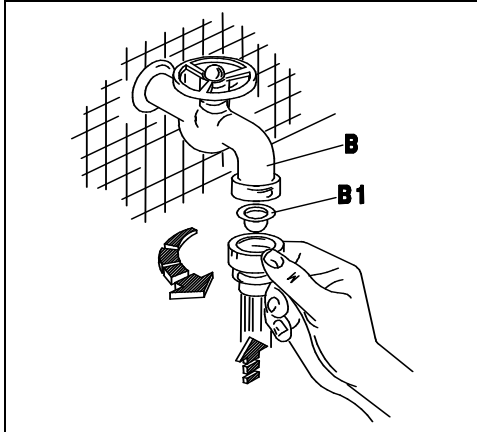
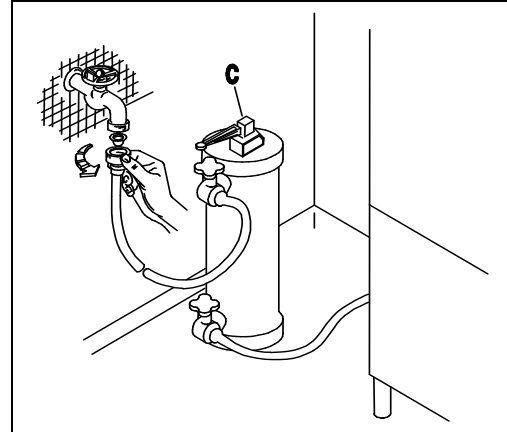
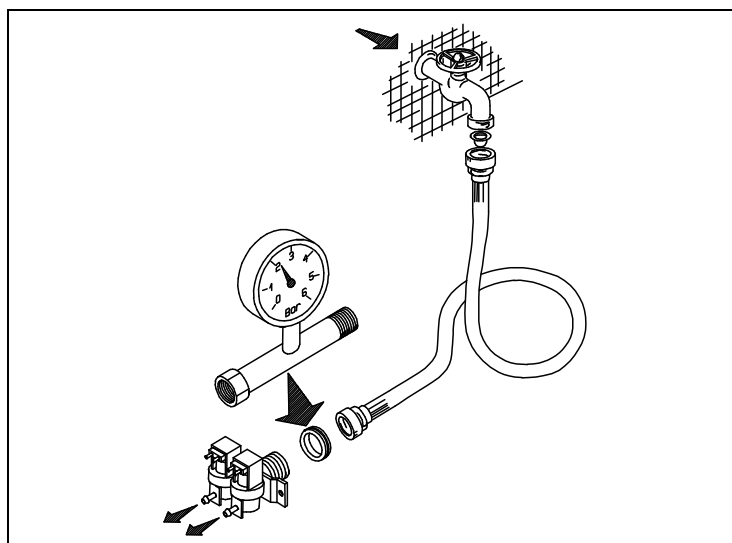
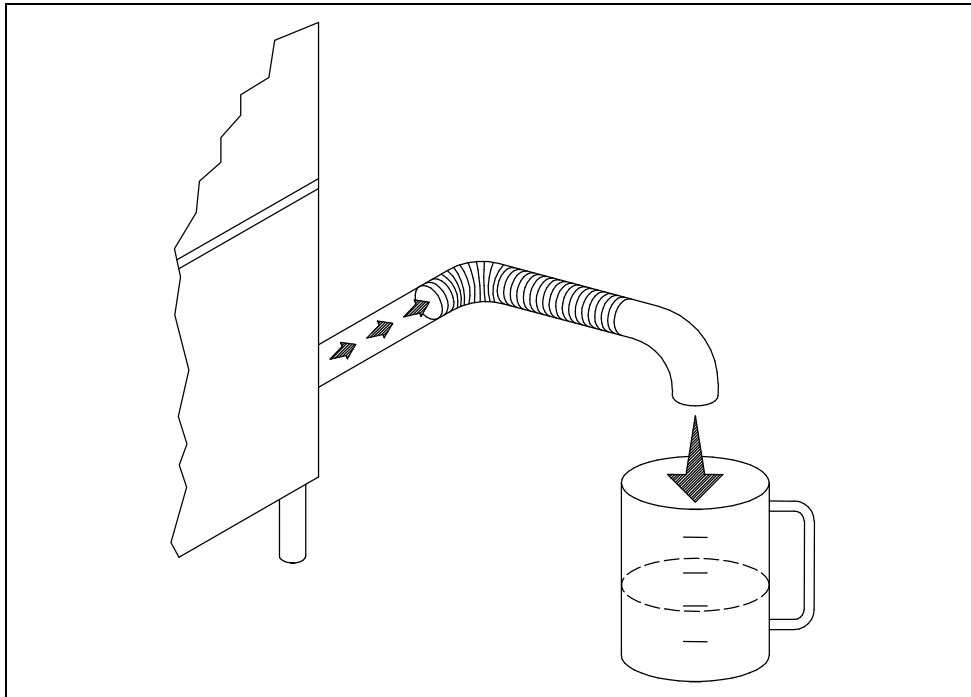

Fig. 2-2
Fig. 2-3
Fig. 2-4
Fig. 2-5
- L'apparecchio è previsto per l'allacciamento all'acqua fredda o calda (max. 50 ÷ 55°C), con una pressione a valvola aperta come indicato nella Tab. 2-1. In caso di pressione superiore alla massima consigliata, bisogna installare un riduttore di pressione. In caso di pressione inferiore alla minima consigliata, bisogna installare una pompa di aumento pressione di max 0.5 Hp, con una portata di 20 L/min ed una prevalenza di 15÷20 mt. Il controllo della pressione deve essere effettuato all'ingresso dell'elettrovalvola (ved. fig.2-4). La condotta dell'acqua deve avere un diametro interno di almeno 16/18 mm (ved.fig.2-5). Collegare il tubo di carico acqua dell'apparecchio ad un rubinetto d'intercettazione (B), posto preferibilmente nelle immediate vicinanze dell'apparecchio, interponendo l'apposito filtro in dotazione (B1) (ved. fig.2-2). Si consiglia l'installazione di un decalcificatore (C) (non in dotazione), montato a monte dell' elettrovalvola della macchina (ved. fig.2-3).
- The appliance is designed for connection to the cold or hot water supply (max. 50 55°C) at a mains pressure with the valve open as shown in Table 2-1 and a minimum output of 10 litres/min. If pressure exceeds the maximum, fit a pressure reducer. If pressure is lower than the minimum, fit a pressure booster pump of max. 0.5 HP, with an output of 20 litres/min. and a head of 15÷20 metres. Pressure must be measured at the solenoid valve inlet (see fig. 2-4). The water pipes must have an internal diameter of at least 16/18 mm (see fig. 2-5). Connect the appliance water supply pipe to a cut-out tap (B), preferably placed close to the appliance, fitting the special filter provided (B1) (see fig. 2-2). We recommend fitting a water softener (C) (not provided) upstream from the machine solenoid valve (see fig. 2-3).
- Das Gerät ist für den Anschluss an Warm-und Kaltwasser (max. 50-55°C) vorgesehen, wobei der Druck bei offenem Ventil dem in Tab. 2-1. Bei höherem Druck als dem empfohlenen einen Druckminderer installieren. Bei niedrigeren Druck als empfohlen eine Druckerhöhungspumpe mit max. 0,5 PS , einer Förderleistung von 20l/min und einer Förderhöhe von 15-20m installieren. Die Druckkontrolle muss am Eingang des Elektroventils erfolgen (siehe Bild 2-4). Die Wasserleitung muss einen Innendurchmesser von mindestens 16/18 mm aufweisen (siehe Bild 2-5). Den Zulaufschlauch des Gerätes an einen möglichst nahegelegenen Wasserhahn (B) anschliessen und den vorgesehenen Filter (B1) anbringen (siehe Bild 2-2). Der Einbau eines Etkalkers (C) wird empfohlen; dieser gehört nicht zur Ausstattung und muss vor dem Elektroventil der Maschine eingebaut werden. (siehe Bild 2-3).
- L'appareil peut être raccordé à l'eau froide ou chaude (50:55°C max) à une pression, soupape ouverte, comme indiqué dans le tableau 2-1. Si la pression dépasse la pression maximum conseillée, il faut installer un réducteur de pression. Si la pression est inférieure à la pression minimum conseillée, il faut installer une pompe pour faire augmenter la pression de 0,5 Hp max., à un débit de 20 litres /min et à une hauteur d'élévation de 15-20 m. Le contrôle de la pression sera effectué à l'entrée de l'électrovanne (voir fig. 2-4). Les conduites d'eau auront un diamètre interne d'au moins 16/18 mm (voir fig. 2-5). Raccorder la conduite d'arrivée de l'eau de l'appareil à un robinet secondaire (B), installé si possible tout près de l'appareil, après avoir intercalé le filtre spécial fourni (B1) (voir fig. 2-2). Nous conseillons d'installer un adoucisseur (C) (non fourni) qui sera monté en amont de l'électrovanne de la machine (voir fig. 2-3).
- Este aparato se puede alimentar con agua caliente o fría (máx. 50 ÷ 55°C); la presión del agua con válvula abierta está indicada en la tabla 2-1. En caso de que la presión fuera superior a la máxima que se aconseja, instale un reductor de presión; si fuera demasiado baja, instale una bomba de aumento de presión de 0,5 Hp (máximo), con un caudal de 20 litros por minuto y una altura de elevación de 15 a 20 m. El control de la presión se debe efectuar en la entrada de la electroválvula (véase fig. 2-4). La tubería del agua debe tener un diámetro interior de 16-18 m. por lo menos (véase fig. 2-5). Conecte el tubo de alimentación del agua del aparato a un grifo de paso (B), que irá montado preferentemente muy cerca del aparato, tras interponer el filtro (B1) del equipamiento base (véase fig. 2-2). Es aconsejable instalar un descalcificador (C) (que no forma parte del equipamiento base). El descalcificador irá montado antes de la electroválvula de la máquina (véase fig. 2-3).